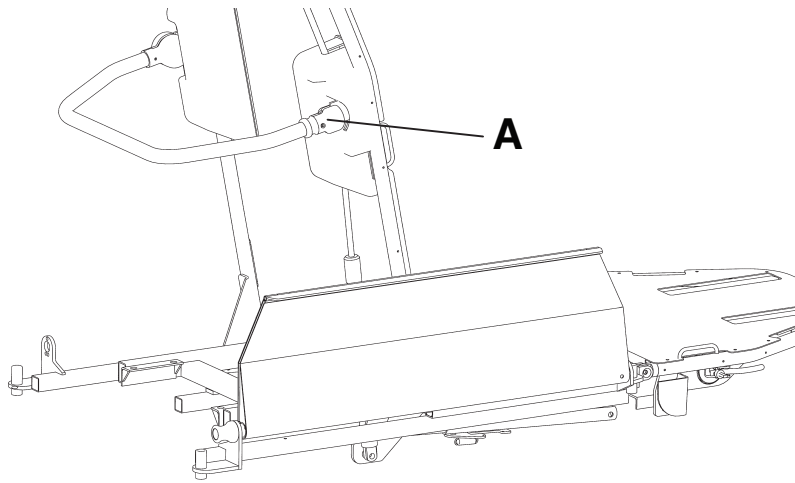

Figure 7 – Bouton de déblocage rouge
Pour élever ou abaisser la barre de poussée, la soutenir et tirer sur le bouton de déblocage rouge (A) (Figure 7). Faire pivoter la barre de poussée complètement vers le haut ou vers le bas jusqu'à ce qu'elle se verrouille.